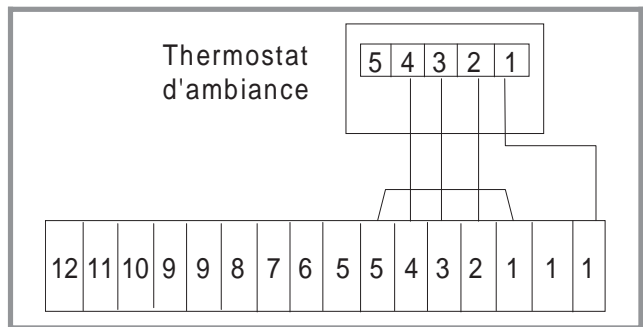

Fig. 12 - Raccordement du thermostat d'ambiance
- **Raccordement sans horloge de programmation** : Utiliser un câble 4 conducteurs. (fig. 12). Raccorder les bornes 1, 2, 3 et 4 respectivement sur les bornes 1, 2, 3 et 4 du connecteur extérieur.